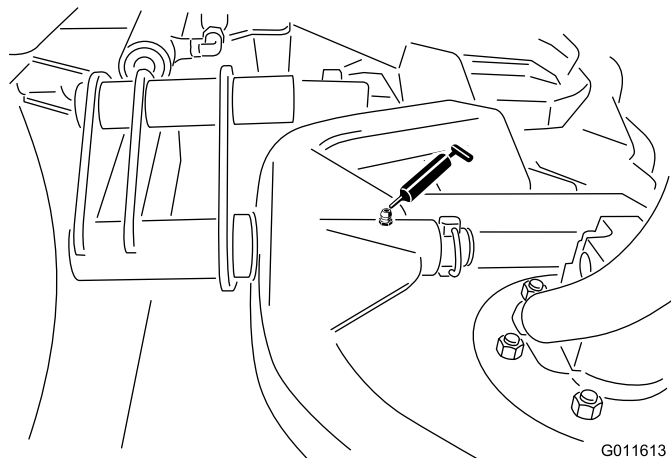

Figure 31
- Pivot de bâti porteur de plateau de coupe (x 1) (Figure 31)